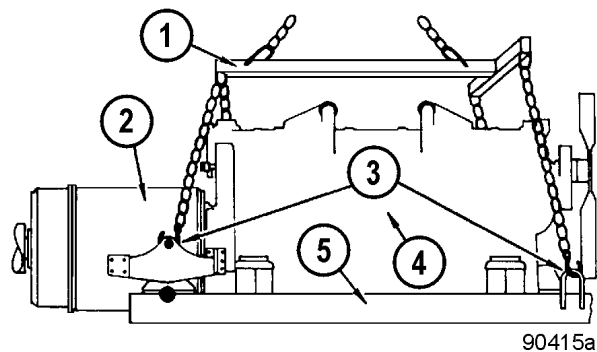

FIGURA 2-10. PUNTOS DE ELEVACIÓN DEL MÓDULO DE POTENCIA
Levante el módulo de potencia solo desde los puntos de elevación en el subchasis y en la estructura base del motor/alternador. Consulte la Figura 2-10.
8. Asegure la herramienta de elevación (1, Figura 2-10) al dispositivo de elevación y fíjelo a las bases del motor/alternador y a los puntos de elevación delanteros del subchasis, como se muestra en la Figura 2-10. Retire la cadena de seguridad.
4. Asegure la herramienta de elevación (1, Figura 2-10) a las bases del motor/alternador y a los puntos de elevación delanteros del subchasis (consulte la Figura 2-10).